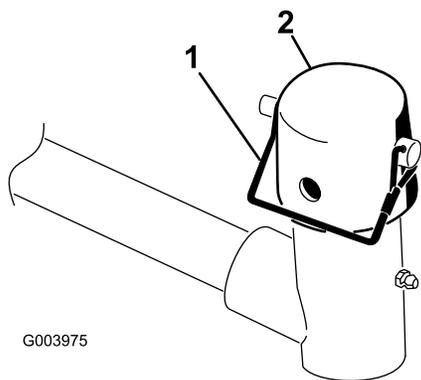

Рисунок 4
3. На каждом подъемном рычаге режущего блока снимите стопорный штифт, фиксирующий крышку на поворотной втулке подъемного рычага, и снимите крышку (Рисунок 4).